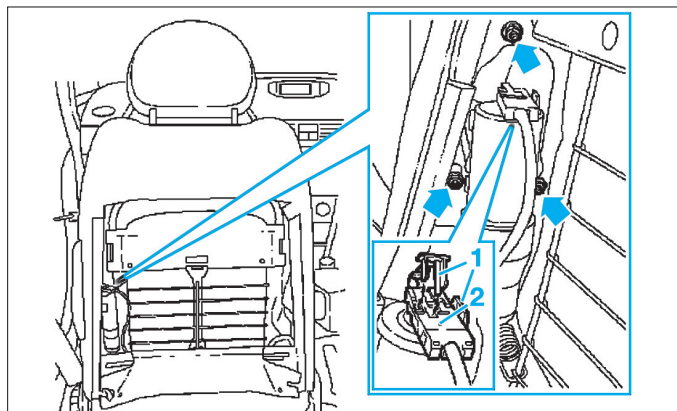

FIG. 4
- les vis de fixation (1) du module d'airbag latéral sur l'armature du siège (Fig.4),
- Ecarter le verrouillage (2) et débrancher le connecteur (3).